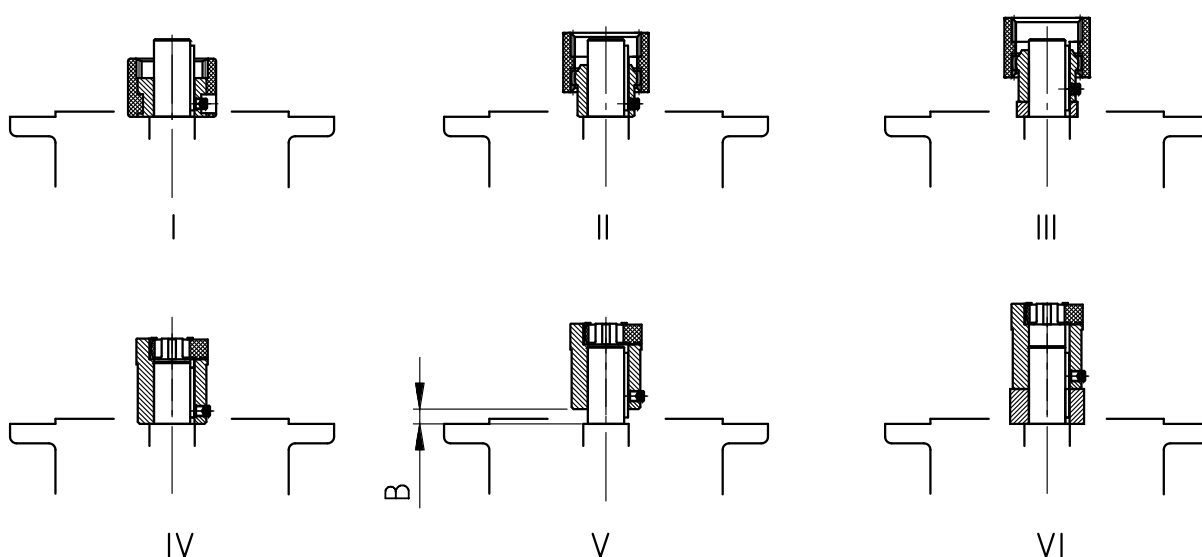

図 16: さまざまなカップリング構造におけるカップリングのモータシャフトへの取り付け
3. カップリングハーフをモータシャフト上に取り付け、モータの平行キーがカップリングハーフの溝の中にかみ合うようにします。モータメーカーの指示に従って、カップリングハーフを締め付けます。標準ヘリカルギヤユニットでは、カップリングハーフとカラーの間の寸法 B に注意してください ("図 16"を参照)。一部の **NEMA アダプタ**では、貼り付けられているラベルに記載の指示に従ってカップリングの位置を調整してください。
4. 同梱の平行キー (図 16: さまざまなカップリング構造におけるカップリングのモータシャフトへの取付け"を参照) を取り付けます。
8. モータをアダプタに取り付けます。その際、付属のクラウンギヤまたは添付のギヤスリーブも取り付けます (図 16: さまざまなカップリング構造におけるカップリングのモータシャフトへの取付けを参照)。アダプタ AN360TC および AN400TC では、最初にアダプタフランジをモータに固定してから、モータをアダプタにネジで止めます。